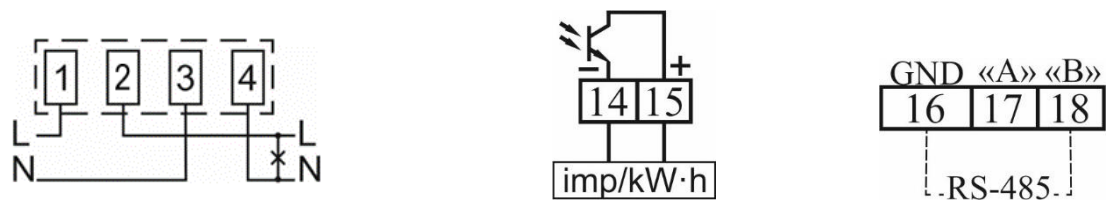

Рисунок 2. Схема підключення лічильника
1. На Рисунок 2 позиції «14» та «15» – контакти випробувального виходу;